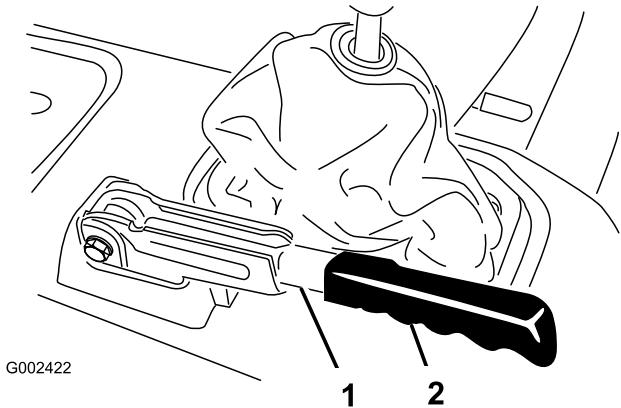

Bild 62
- Nehmen Sie den Gummigriff vom Feststellbremshebel ab (Bild 62).